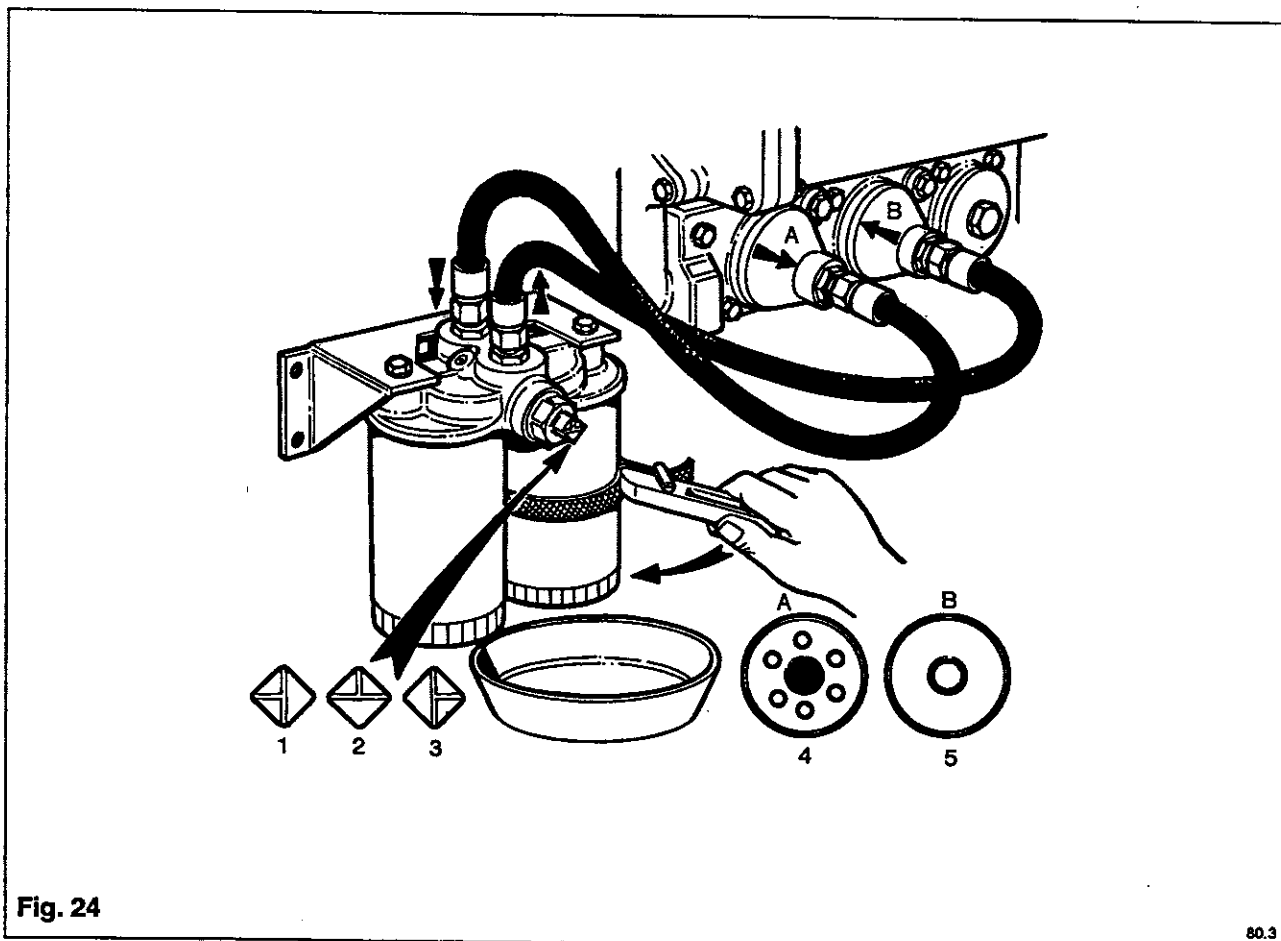

Fig. 24
**NOTA:** Si les flexibles de liaison au filtre sont débranchés pour une raison quelconque, il est impératif qu'ils soient rebranchés correctement pour éviter que de l'huile non filtrée pénètre dans le moteur. Voir **Fig. 24, page 36**. Le non remplacement des filtres en temps utile peut également entraîner des problèmes dus à l'huile non filtrée.
(Fig. 24)**